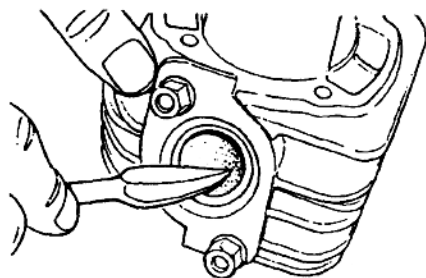

图 1-6 清除气缸体排气口积炭
(5)气缸体排气口积炭的清除方法:如图 1-6 所示,用刮刀将气缸体排气口积炭清除干净,清除时切勿损伤气缸壁表面,然后用汽油或煤油将气缸体清洗干净,并用干净抹布擦净。